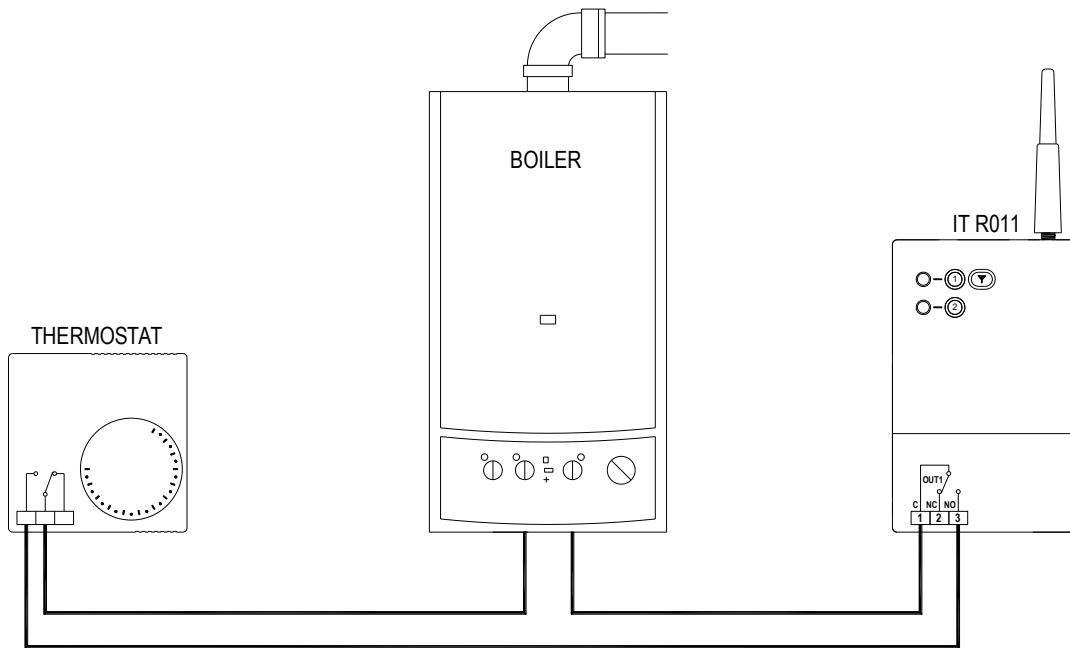

Abb. 9: Beispiel der Telefonschnittstelle in Serienschaltung mit einem Thermostat.
**Serienschaltung** (Abb. 9): AUSG1 muss im eingeschalteten Zustand sein, um den Brenner einzuschalten und die Temperaturregelung über das Thermostat zu ermöglichen. Zur Deaktivierung der Temperaturregelfunktion muss AUSG1 ausgeschaltet werden. Der Thermostat-Sollwert sollte immer auf der „Komfort“-Temperatur belassen werden. Wenn Sie die Frostschutzfunktion verwenden möchten, müssen Sie diese über die Schnittstelle aktivieren, indem sie den Befehl ANTIFROST ausgeben.